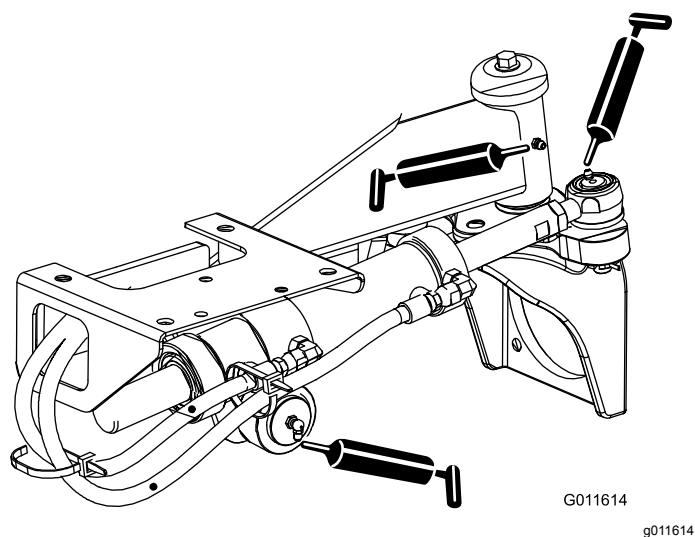

Figura 64
- Rótulas do cilindro de direção (2) e eixo traseiro (1) – Figura 64